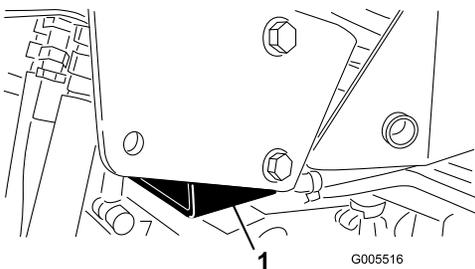

Figura 27
- Lado direito - debaixo do tapete do macaco e próximo do suporte de apoio do ROPS (Figura 27)